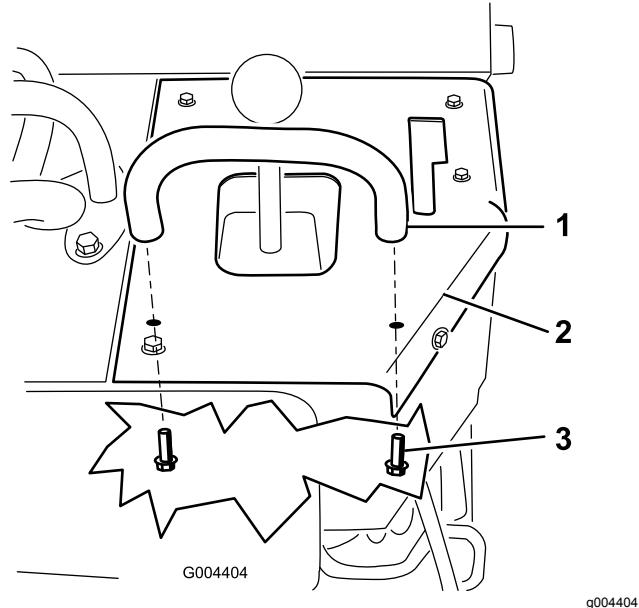

Figura 9
3. Sujete la barra de referencia al panel de control con 2 pernos ($5/16$ " x $\frac{3}{4}$ ""); instálelos desde dentro de la máquina (Figura 9).